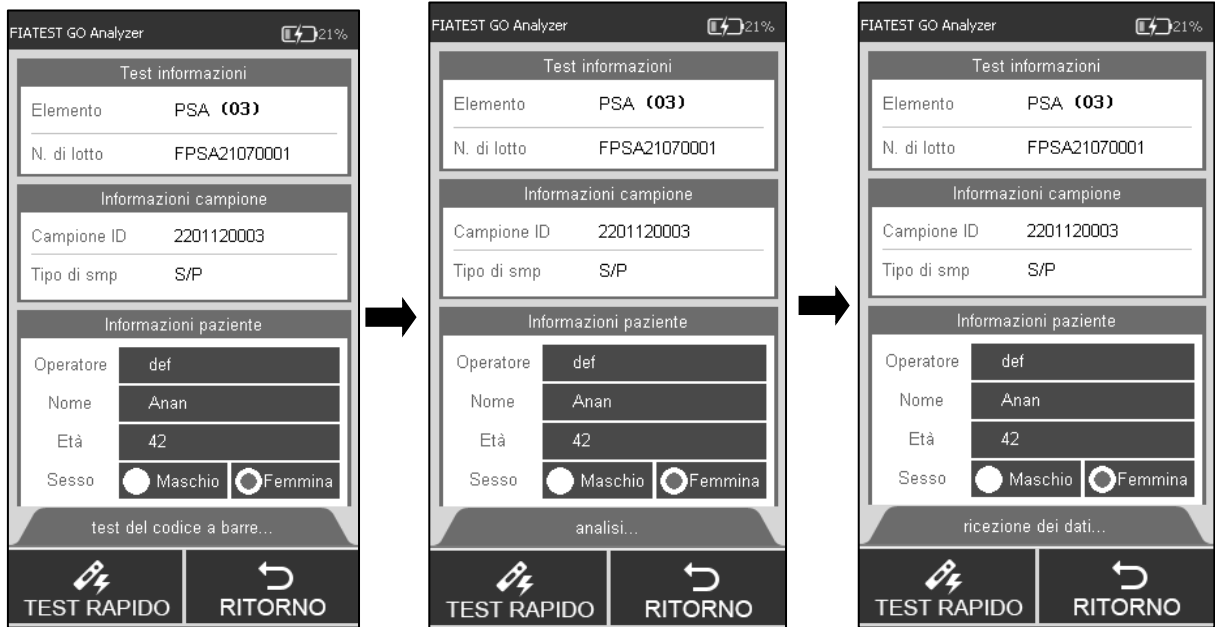

Fig 33
**Passo 7:** Inserire la cassetta del test (dopo l'incubazione) nella fessura e cliccare su "TEST RAPIDO" o premere il tasto home. (Rif Fig 33)